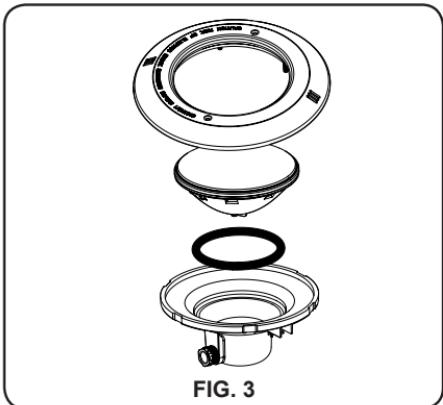

FIG. 3
3. Desmonte as peças necessárias do projector para retirar a lâmpada incandescente (esta operação é descrita por menorizadamente no manual do projector) (Fig. 3).